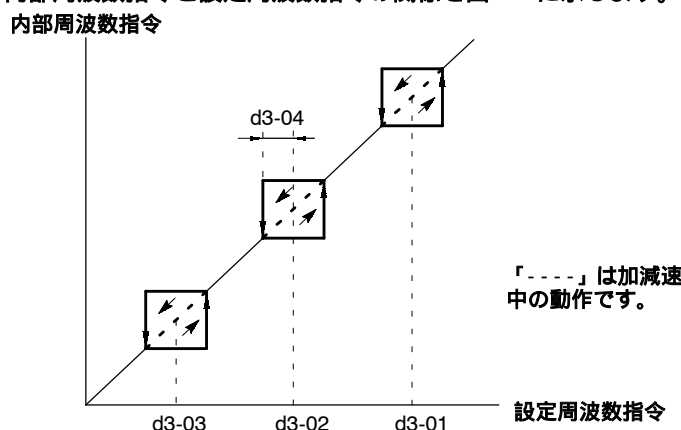

図7.31 設定禁止周波数
- 内部周波数指令と設定周波数指令の関係を図7.31 に示します。